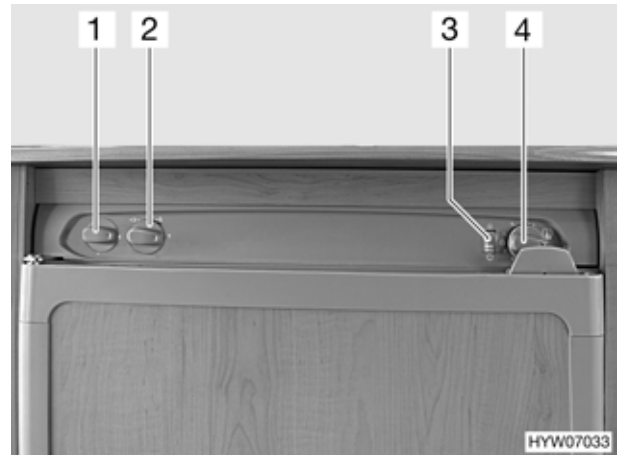

Fig. 131 Comandi del frigorifero (variante 2)
- Posizionare il selettore di energia (Fig. 131,2) su gas .
- Spostare il pomello girevole (Fig. 131,4) in posizione 5, premerlo e mantenerlo premuto. L'alimentazione di gas è ora aperta. L'accensione avviene automaticamente. È udibile un ticchettio fino a quando procedura di accensione non è stata portata a termine.
- Mantenere premuto il pomello girevole finché l'indicatore di fiamma (Fig. 131,3) non diventa verde e poi rilasciarlo. Quando la fiamma si spegne, l'apparecchio di accensione ripete automaticamente il procedimento di accensione.
- Impostare la temperatura di refrigerazione con il pomello girevole (Fig. 131,4).
- Posizionare il selettore di energia (Fig. 131,2) su "O". Il frigorifero è spento.
- Posizionare il selettore di energia (Fig. 131,2) sull'alimentazione a 230 V .
- Impostare la temperatura di refrigerazione con il pomello girevole (Fig. 131,1).
- Posizionare il selettore di energia (Fig. 131,2) sull'alimentazione a 12 V .